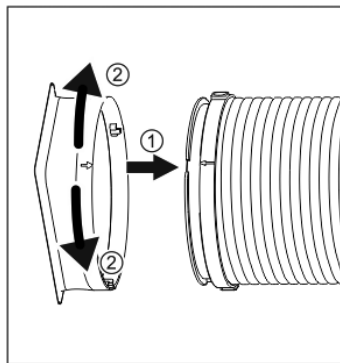

Fig. 1
1. Allineare le frecce del connettore dell'ingresso del tubo e del tubo, quindi inserire (Fig. 1).
1.2. Ruotare il connettore dell'ingresso del tubo in senso orario o antiorario di circa 60° (Fig. 1))